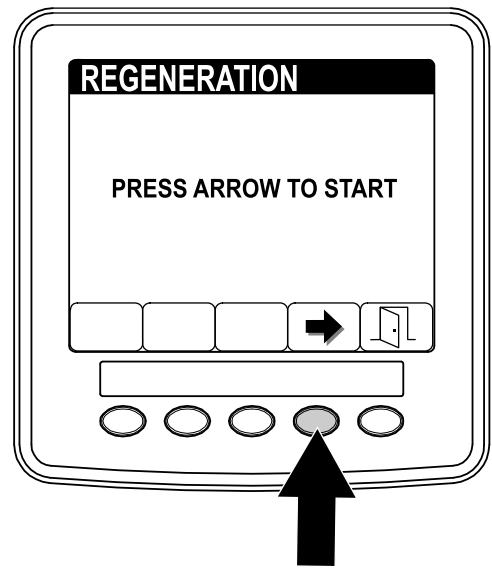

Figura 68
3. No ecrã de regeneração, prima o botão 4 para iniciar o processo de regeneração (Figura 68).